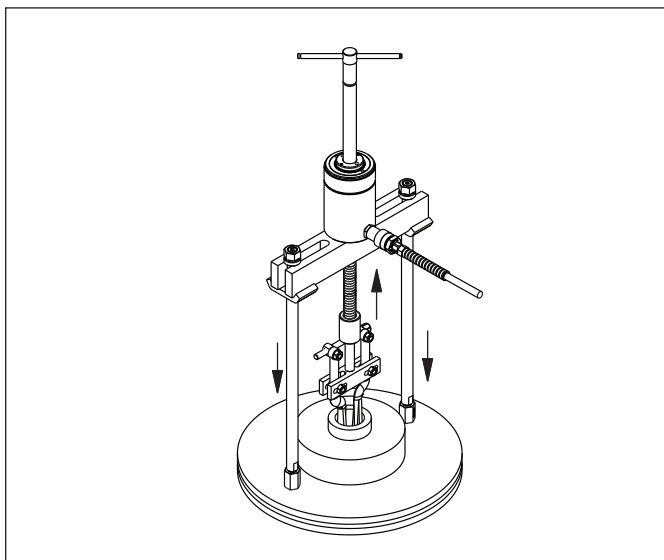

图 15， 带轴承套附件的交叉定位拔轮器（典型）
- 在待移除轴承上安装拔轮器。对齐拔轮器支脚和轴承套拔轮器钳爪。参见图 15。